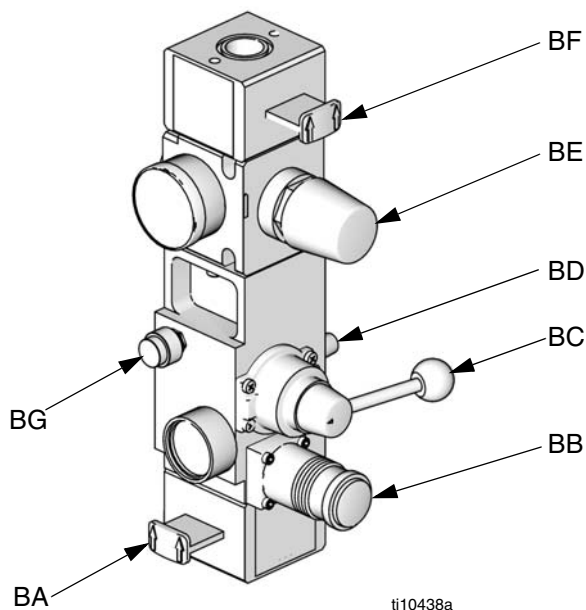
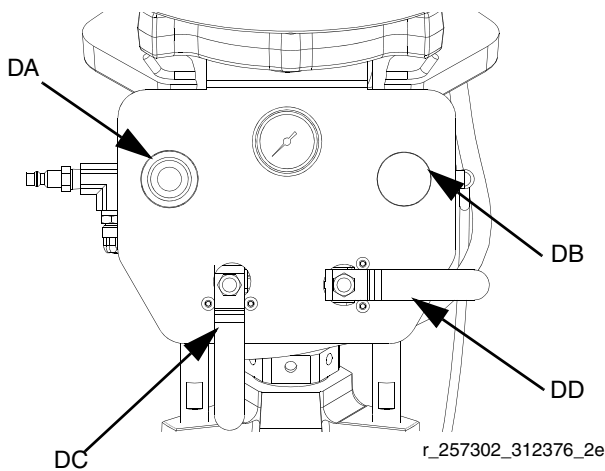

FIG. 3. Módulo integrado de control de aire
FIG. 7: Controles de aire del elevador
| G | Controles neumáticos integrados (véase la FIG. 3) | U | Válvula de drenaje de la línea neumática (no suministrada) |
| G | Controles neumáticos integrados (véase la FIG. 3) | U | Válvula de drenaje de la línea neumática (no suministrada, vea FIG. 1) |
2. **Para controles de aire D200s, D200, S20 y D60:** Vea FIG. 3, en la página 12.
- a. Cierre la válvula de distribución del motor neumático (BF) y la válvula de distribución principal del aire (BA).
- c. Desplace lentamente la válvula directriz (BC) arriba y abajo para purgar el aire de los cilindros del elevador.
3. **Para controles de aire L20c:** Vea FIG. 7, en la página 14.
- a. Cierre la válvula del motor neumático (DC) y la válvula directriz del elevador (DD). El pistón bajará lentamente.
7. Abra la válvula de vaciado de la línea de fluido y la válvula de purga de la bomba (P). Se debe tener un recipiente listo para recoger el fluido drenado.
8. Deje abierta la válvula de purga de la bomba (P) hasta que esté lista para volver a pulverizar.